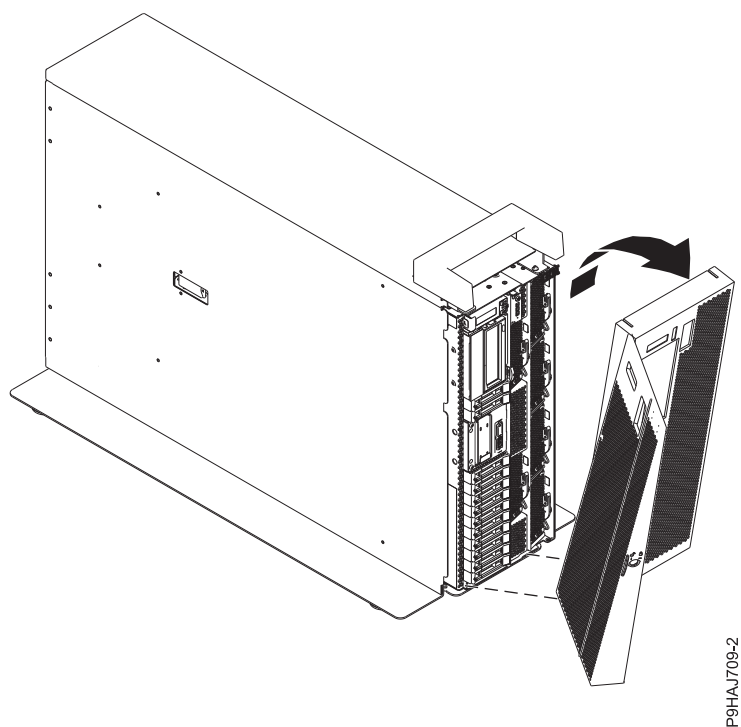

Figure 17. Retrait du capot avant
4. Retirez le capot du système, comme illustré dans la figure 17. Le capot est doté d'un renforcement permettant de le tenir plus facilement.